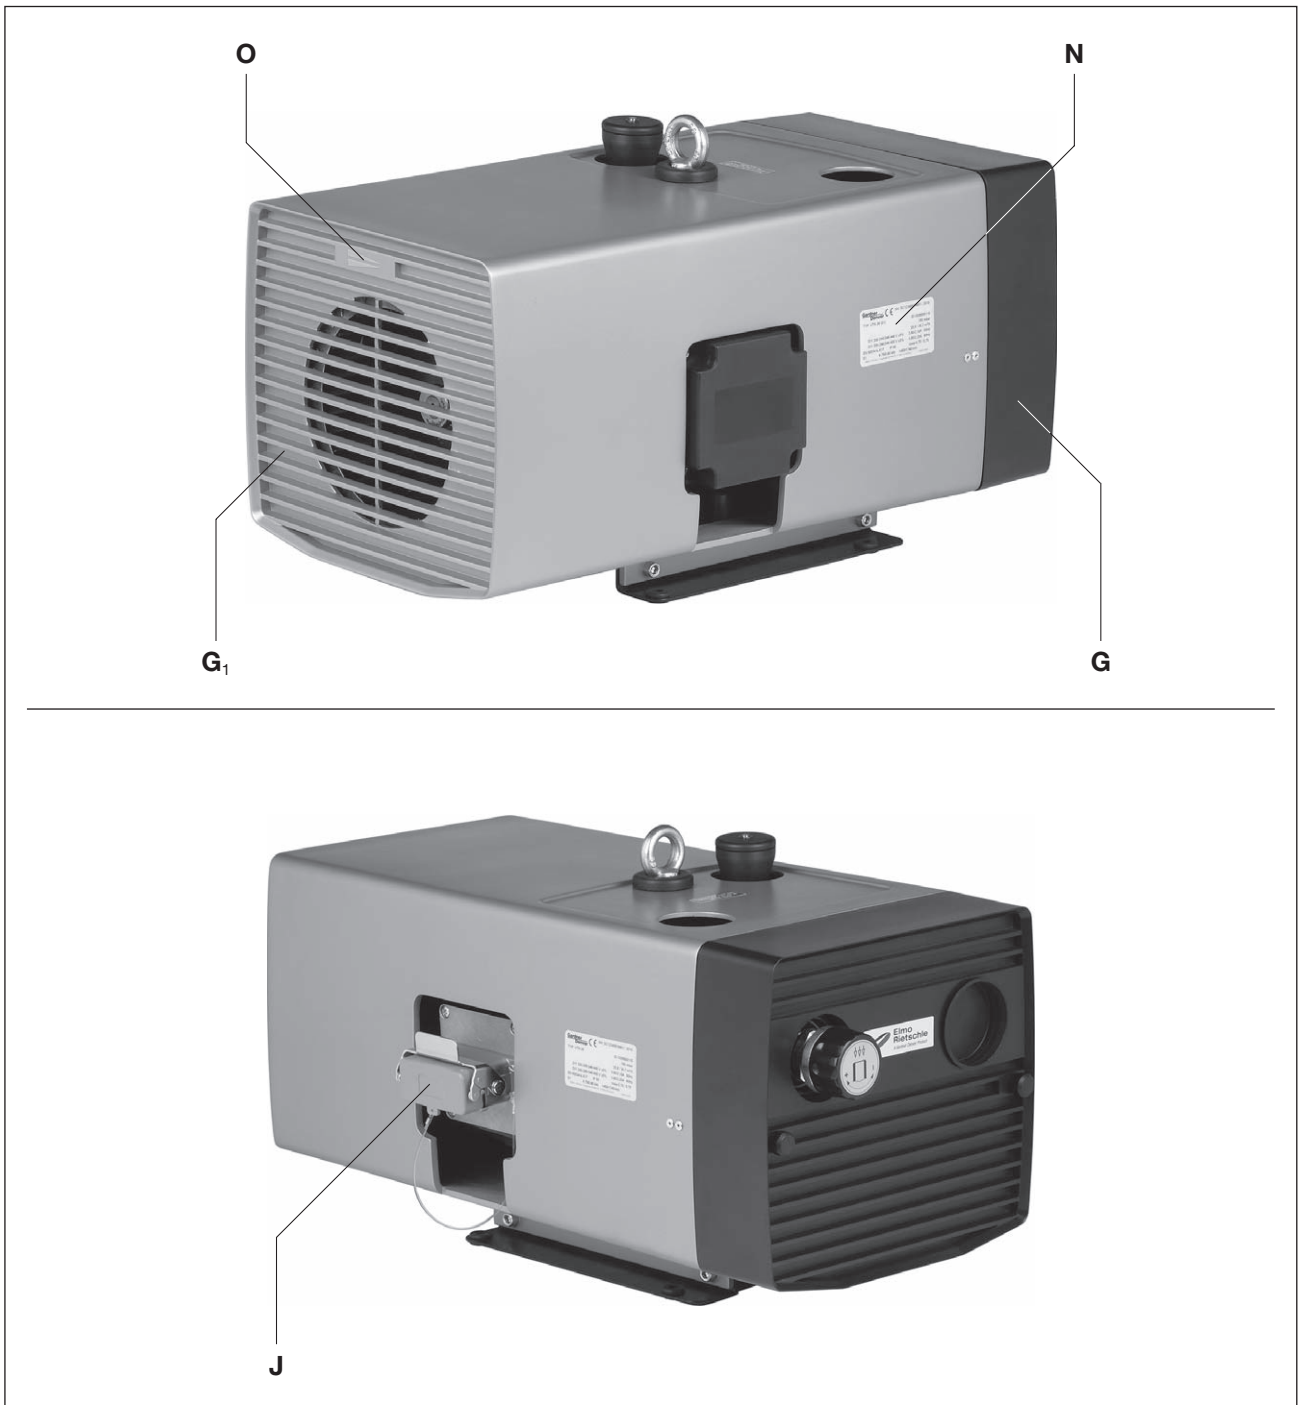

Fig. 3 Pompe à vide V-VTN
Le démontage de la grille de refoulement (fig. 3/G) et de la grille d'aspiration (fig. 3/G₁) aux fins de maintenance nécessite un dégagement d'au moins 30 cm.
- ▷ Le sens de rotation préconisé de l'arbre d'entraînement est indiqué par la flèche d'indication du sens de rotation (fig. 3/O).